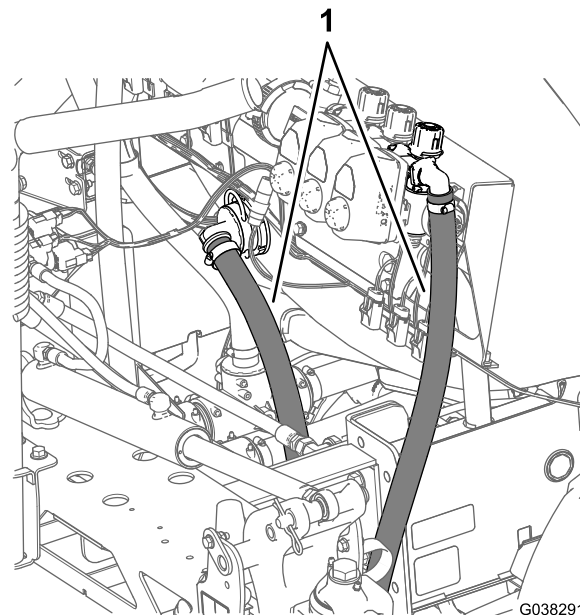

Figura 78
- Disponete il flessibile di bypass di sezione attorno al profilato del telaio di destra verso il raccordo del diaframma nel serbatoio dell'irroratrice, come illustrato nella Figura 78.